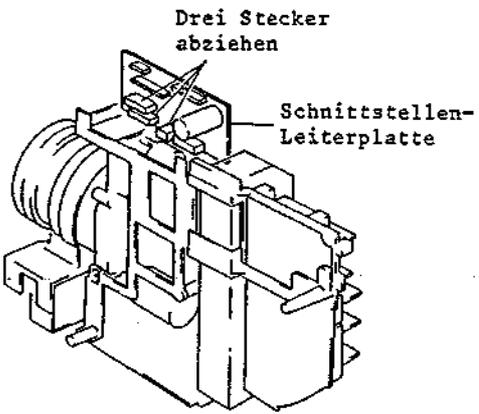

Abb. 2-26 Ausbau der Schnittstellen-Leiterplatte
4. Drei (3) Stecker (CN1A, CN5A, CN6A) abziehen (siehe Abb. 2-26).